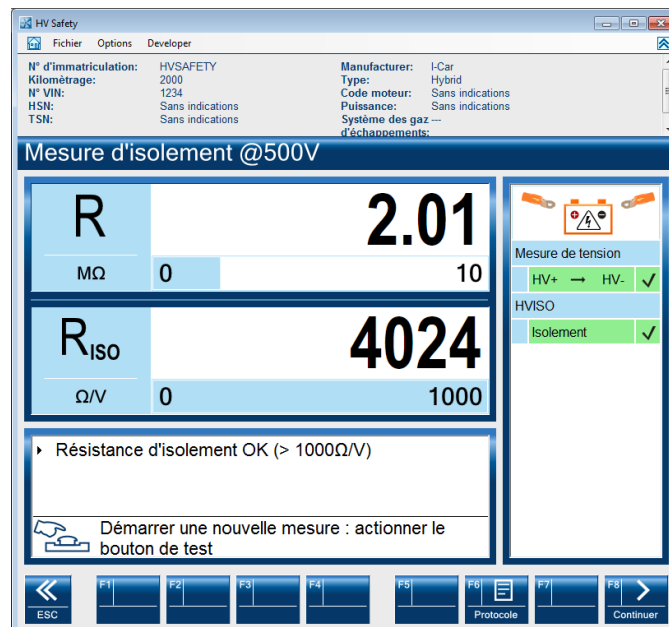

Fig. 3-6
6. Le résultat de mesure est affiché, voir fig. 3-6.